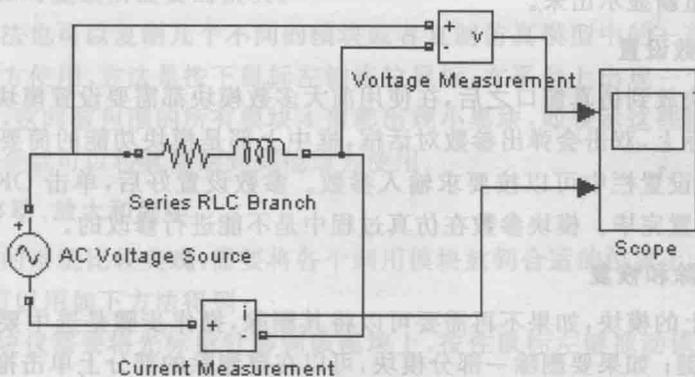

图 1-3 阻感性负载仿真模型
(1) 按照如前所述方法,建立仿真平台。
(2) 在模型库中找到 Series RLC Branch、AC Voltage Source、Scope 等模块,拖动到仿真平台中进行如图 1-3 所示的连接。